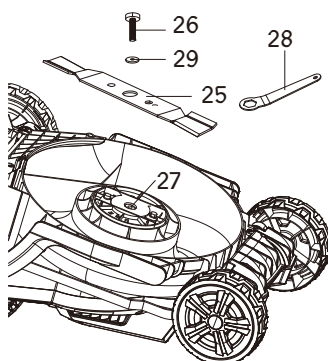

FIG. 14
4. Desserrer le boulon hexagonal dans le sens antihoraire à l'aide de la clé hexagonale fournie et le retirer avec la rondelle et la lame de coupe (Fig. 14).